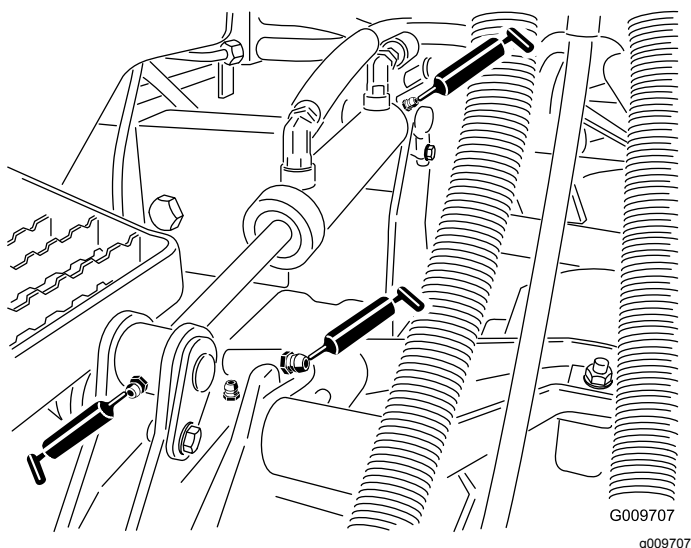

Bild 49
- Hubarmbüchsen (1 pro Mähwerk) (Bild 49)
- Hubzylinderbüchsen (2 pro Mähwerk) (Bild 49)